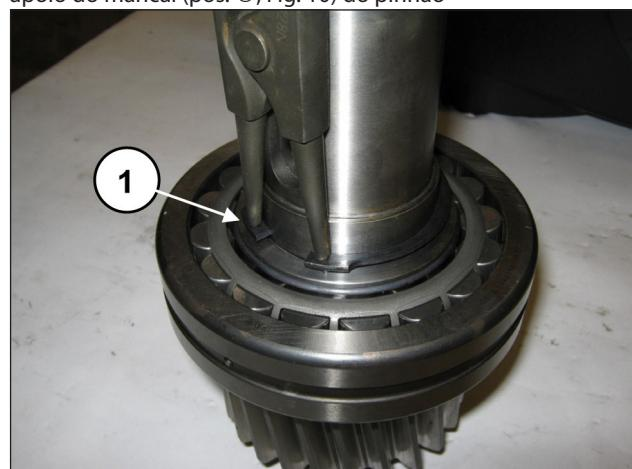
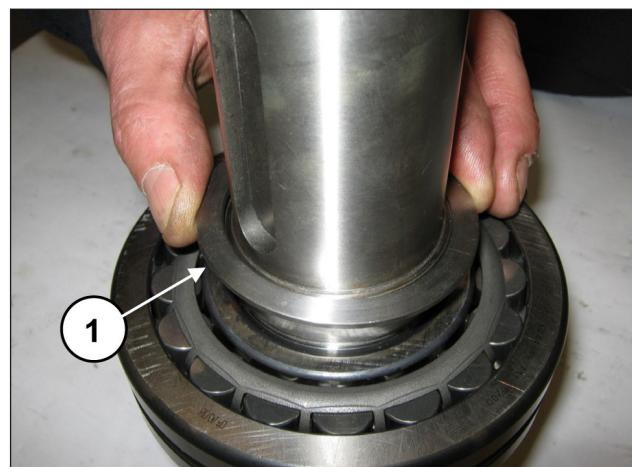

Fig. 9
Fig. 10
Remova o anel elástico de Ø55 (pos. ①, Fig. 9) e o anel de apoio do mancal (pos. ①, Fig. 10) do pinhão